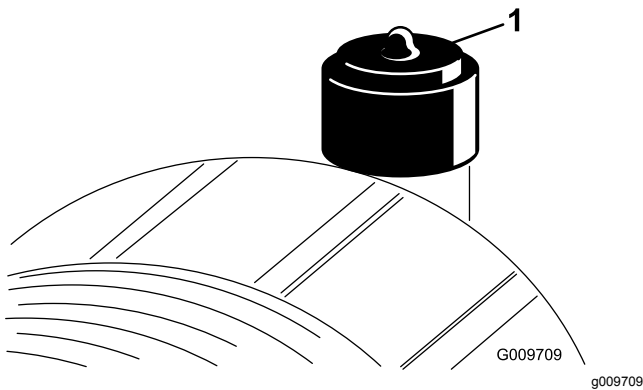

Figura 54
Revise el filtro del limpiador de aire únicamente cuando el indicador de mantenimiento (Figura 54) lo requiera. El cambiar el filtro antes de que sea necesario sólo aumenta la posibilidad de que entre suciedad en el motor al retirar el filtro.
2. Reinicie el indicador (Figura 54) si se ve rojo.